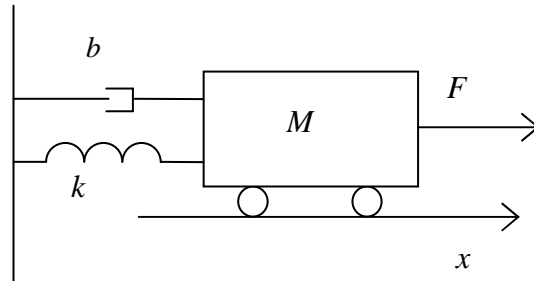

Рис. 17. Тележка с пружиной и демпфером
**Задание 2.3.** Моделирование движения механической системы с одной степенью свободы (рис. 17).
На рис. 17  $b$  – коэффициент демпфирования (коэффициент вязкого трения),  $k$  – коэффициент жесткости пружины,  $F$  – внешняя сила (вход объекта),  $x$  – горизонтальная координата (выход),  $M$  – масса тележки).